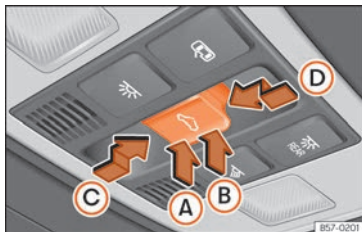

Fig. 148 En el revestimiento interior del techo: tecla del techo de cristal.
La tecla **fig. 148** tiene dos niveles. En el primer nivel se puede situar el techo en la posición deflectora, abrir o cerrar total o parcialmente.
- Techo de cristal:* antes de que transcurran aprox. 5 segundos desde la activación de la función antiaprisionamiento, presione la tecla  »» fig. 148 hasta el segundo nivel en el sentido de la flecha »» fig. 148  hasta que el techo se cierre completamente.